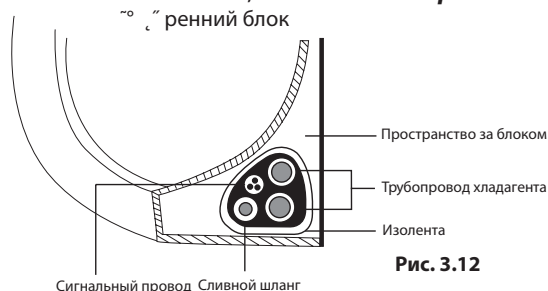

Рис. 3.12
1. Свяжите сливной шланг, трубы хладагента и сигнальный кабель, как показано на **рис. 3.12**.
3. Оберните сигнальный провод, трубы хладагента и сливной шланг изоляционной лентой, связав их в плотный пучок. Дважды проверьте, что все элементы связаны в пучок, как показано на **рис. 3.12**.